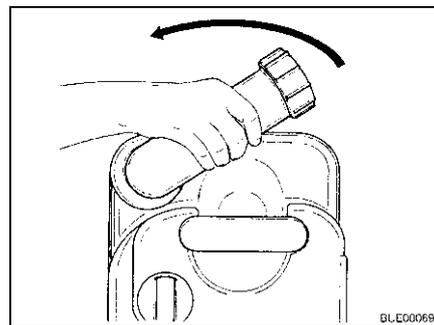

Fig. 175 Tourner la tubulure d'évacuation
- Tourner la tubulure d'évacuation vers le haut (Fig. 175).